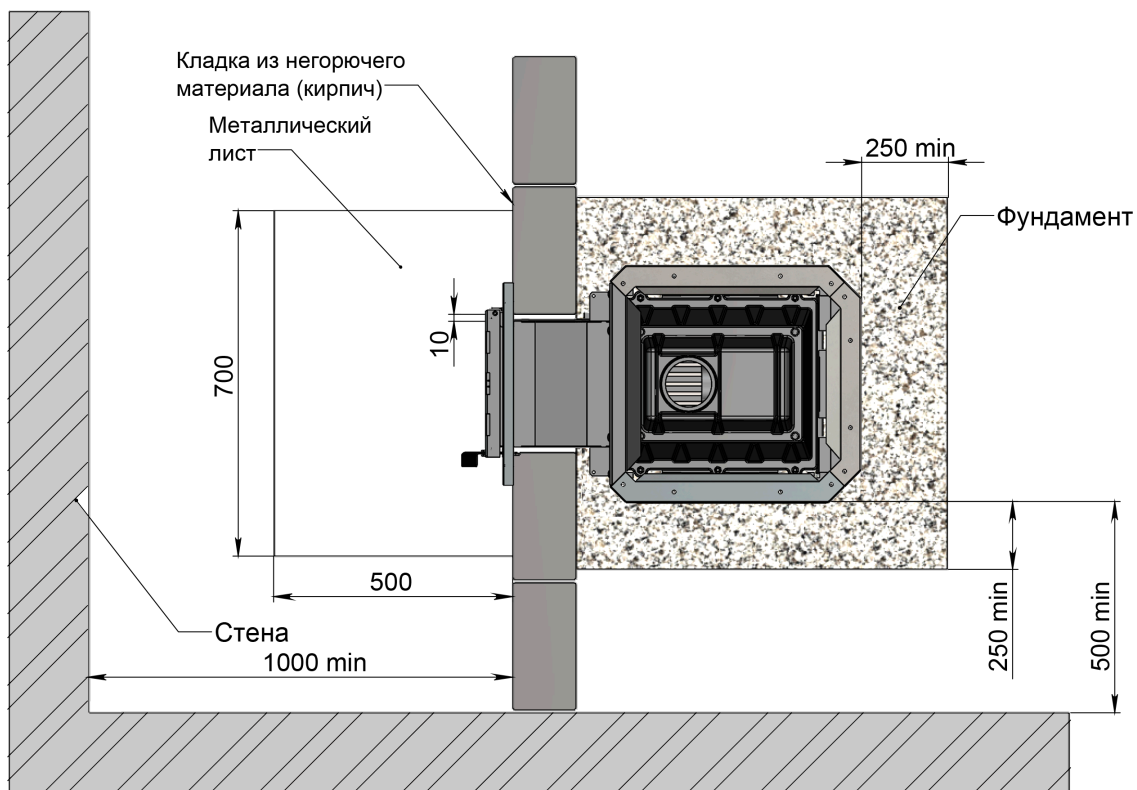

Рис. 3 Схема установки печи **FORMA** (вид сверху)
Передняя и боковая поверхность печи могут располагаться на расстоянии не менее 50 мм от стены, сделанной из негорючих материалов (рисунок 3).
2. Установить печь со стороны парильного помещения так, чтобы топливный канал прошел сквозь отверстие, предусмотренное в стене (рис. 3, 4).